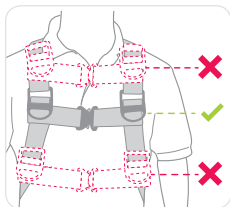

Figura 12
- La correa del pecho debe quedar en ángulo recto con el esternón (hueso del pecho) (consulte la figura 12).